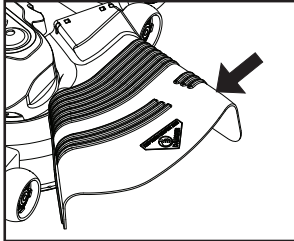

Fig. 23
**ATTENTION: N'utilisez pas la tondeuse sans le déflecteur ou sans le ramasse-herbe s'il y a lieu (Voir La Fig. 23).**